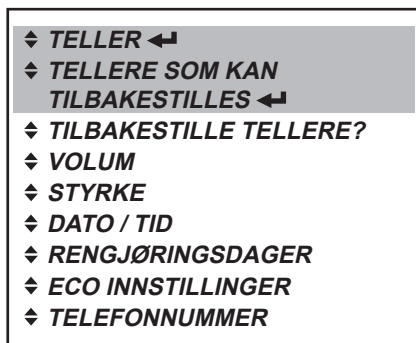

Fig. 33
- I brukermodus kan du aktivere „TELLER“-menyen eller „TELLERE SOM KAN TILBAKESTILLES“-menyen, og trykke på enterknappen for å åpne den (fig. 33).